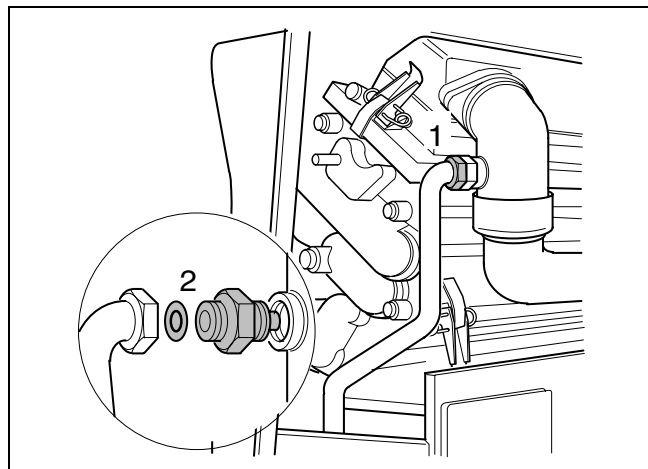

Abb. 40 Gasdüse wechseln
- Verschraubung an der Gasdüse lösen (Abb. 40, Pos. 1) und Gasdüse (Abb. 40, Pos. 2) entnehmen.